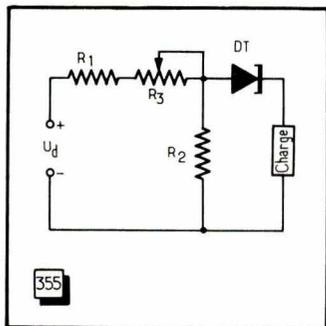

Fig. 355. — Le circuit d'alimentation d'une diode tunnel comportera de préférence une résistance ajustable telle que R_3 .
d'après (132). Mais si l'on trace le circuit d'alimentation d'une diode tunnel, avec une résistance ajustable R_s permettant de placer au mieux le point de fonctionnement (fig. 355), il apparaît que $R_1 + R_s$ font partie de la résistance interne de la source et qu'il faut en tenir compte. Etant donné que le rapport $\Delta U_d / \Delta I_d$ est tout au plus de l'ordre de 150Ω , la valeur maximale de $R_1 + R_s$ ne doit guère dépasser 60Ω , et le plus souvent elle devra être nettement inférieure à cette valeur.